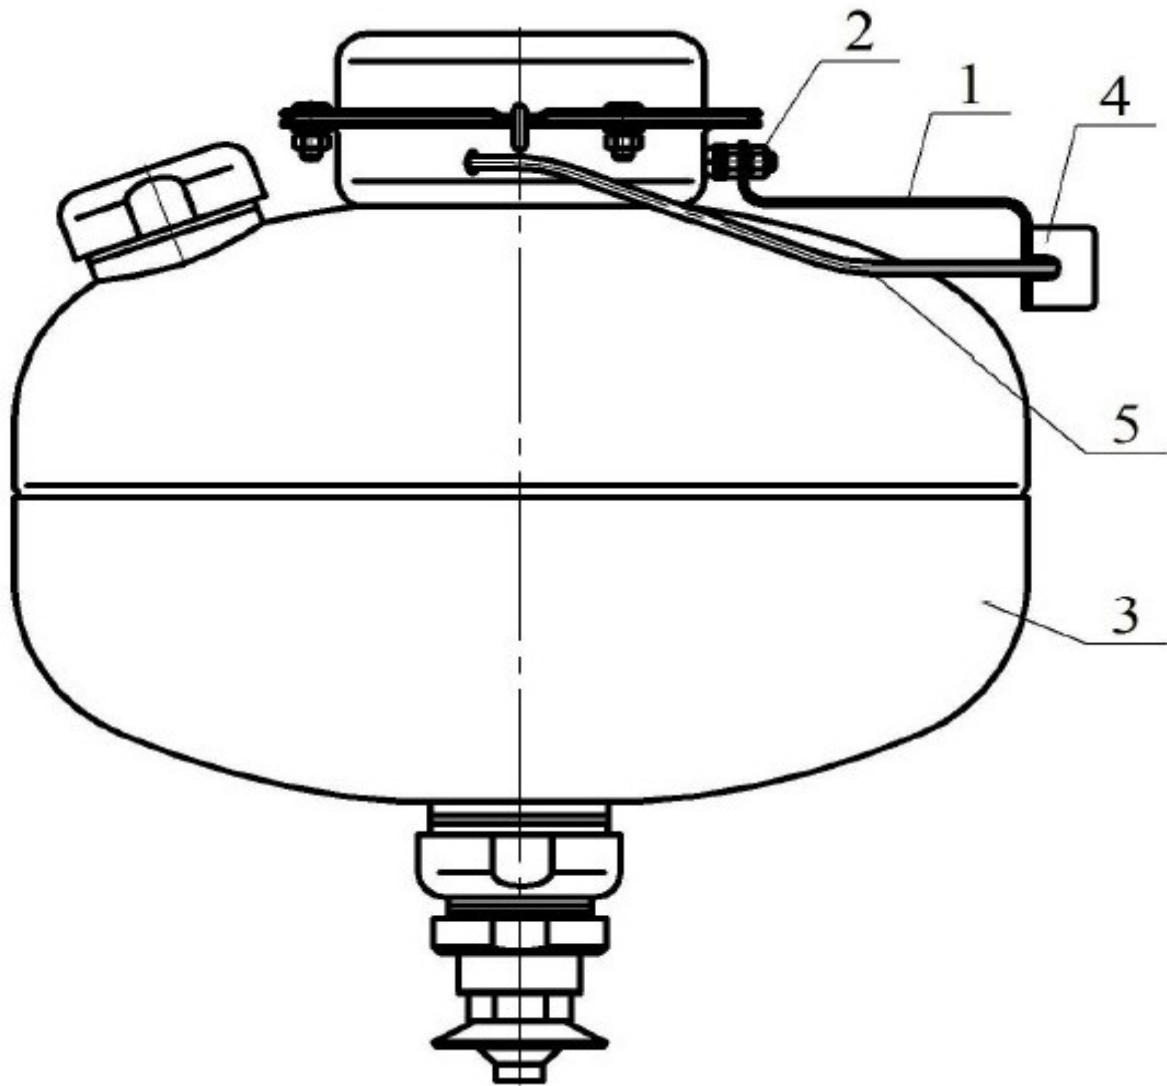

Fig. 2
- g) la cerere (vezi fig.2): doza de conexiune rezistentă la foc **2** – 1 buc., suport **4** -1 buc, tub de protecție **5** – 25 cm.
4.1.2 Pentru ușurarea montajului, la cerere, MUPTV poate fi prevăzut cu o doză rezistentă la foc KM-O4(k)-PI41-s **4** cu suport pentru montarea pe carcasa modulului (vezi fig. 2), în acest caz pe suportul **1**, fixată cu piulița **2** pe flansa modulului și prevăzută cu un tub de protecție **5**.